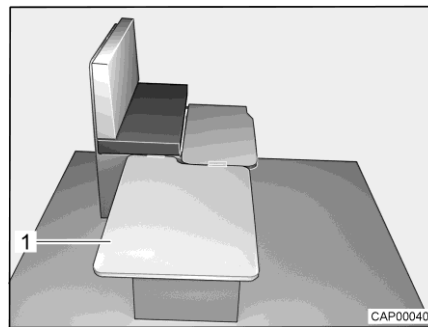

Fig. 62 Durante la transformación
- Enganchar la tabla de apoyo (Fig. 62,1) lateralmente en el banco y colocarla en la mesa.